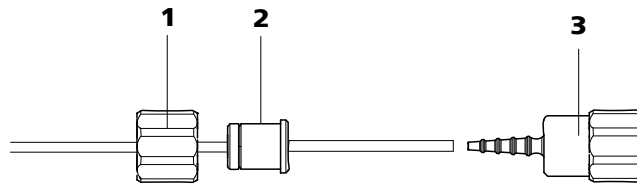

Abbildung 31 Pumpschlauch-Verbindung ohne Filter installieren
- **Fall B:** eine Pumpschlauch-Verbindung **ohne Filter** (6.2744.160) (siehe Abbildung 31, Seite 48) anschliessen.